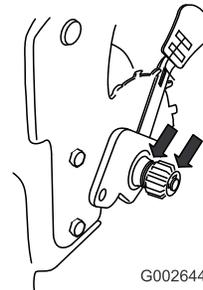

Bild 43
2. Tragen Sie Schmieröl auf die Innen- und Aussenseiten des Getriebes auf, wie in Bild 43 gezeigt.